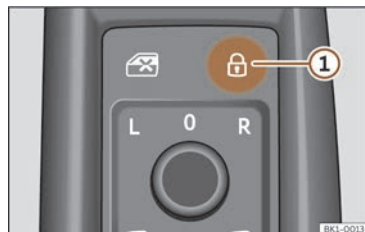

Fig. 85 Na porta do condutor: conmutador do peche centralizado.
- Bloquear: prema o botón >>> **fig. 85**.
- Desbloquear: prema outra vez o botón >>> **fig. 85**.